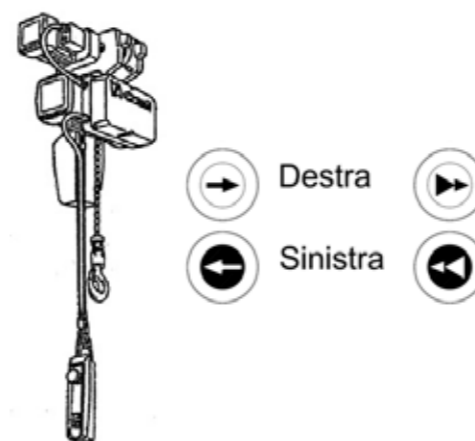

fig.46
- ▶ Se il paranco è dotato di carrello elettrico, azionare i pulsanti "destra/sinistra" (fig.46) e controllare che gli spostamenti del carrello avvengano nelle direzioni corrispondenti.